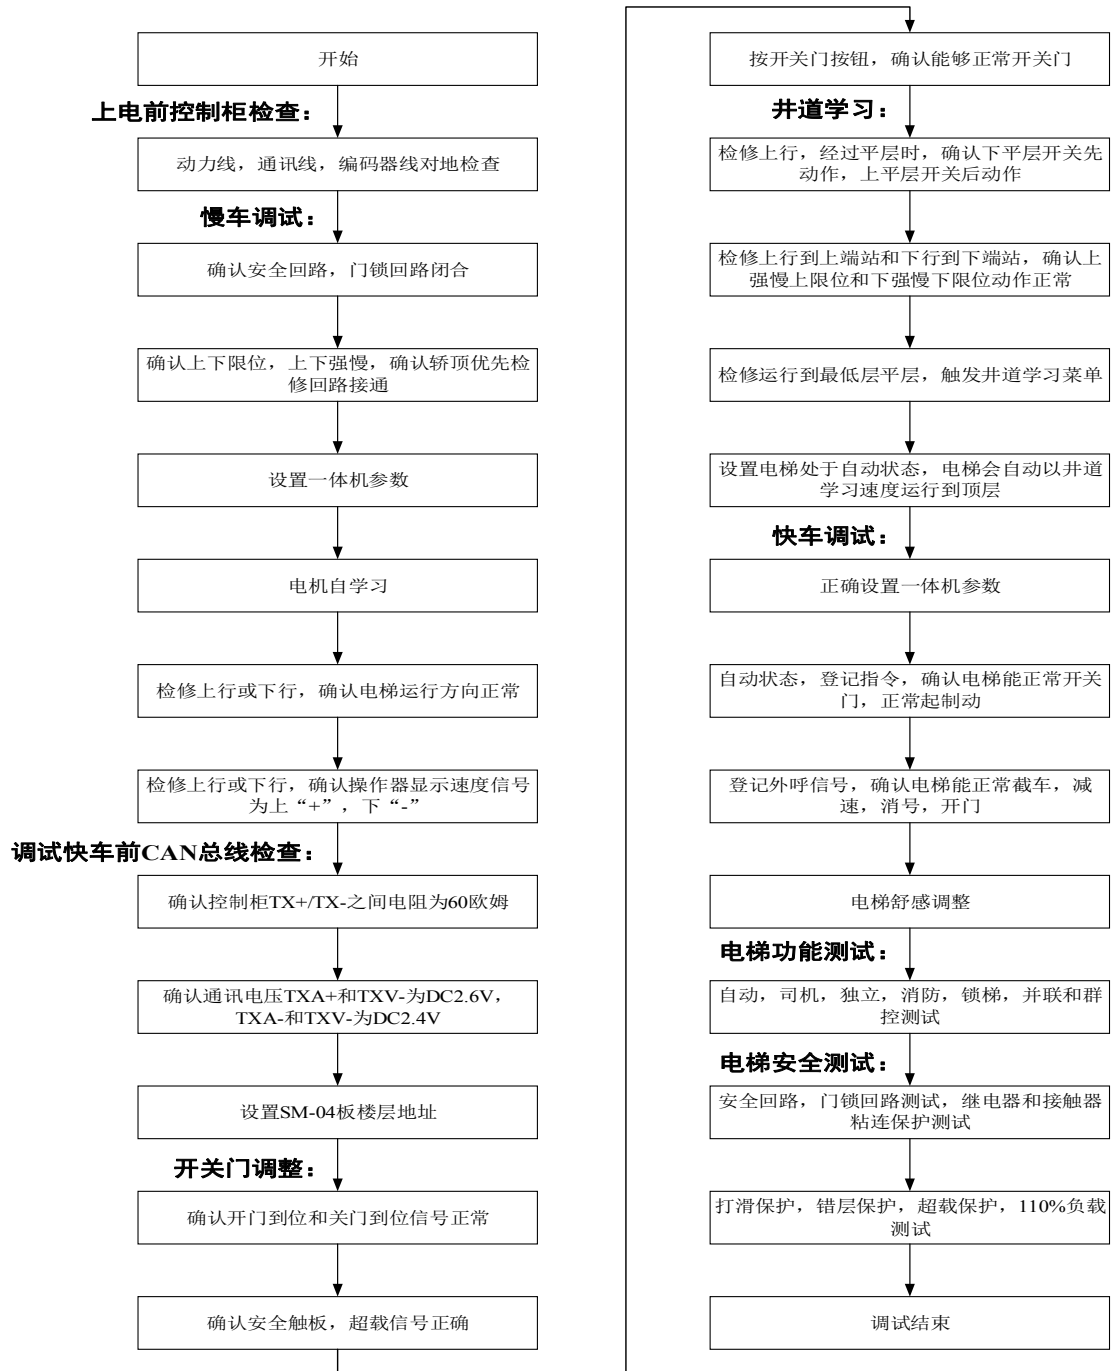

图 7.1 AS380 一体机简易调试流程图
**F212~F225 的说明：** PID 调节器中比例常数 P 的作用是：增大 P 值可提高系统的响应跟随能力，但 P 值太大容易产生超调和振荡。P 值对反馈跟踪的影响如图 7.1 所示；而积分常数 I 值影响系统响应时间，I 值越大，响应时间越快。如发现系统超调太大或动态响应太慢时，可适当增大 I 值。但 I 值太大也容易引起系统振荡。I 值对反馈跟踪的影响如图 7.2 所示；微分常数 D 值则对系统响应灵敏程度产生作用，增大 D 值可使系统响应更灵敏，但 D 值太大同样容易引起系统振荡。